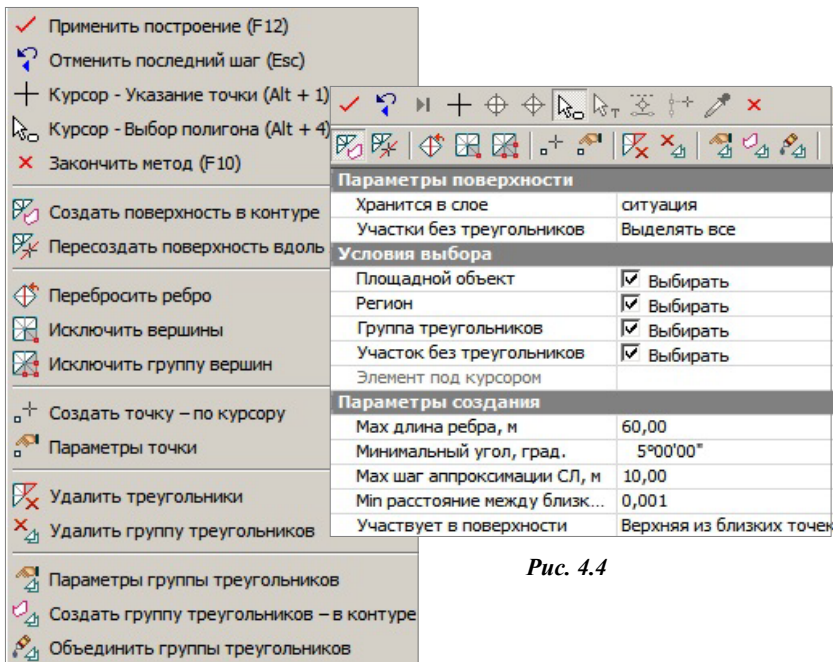

Рис. 4.4
- при обычных построениях в контекстном меню выводятся команды стандартной панели инструментов и дополнительной панели, при её наличии (рис. 4.4);